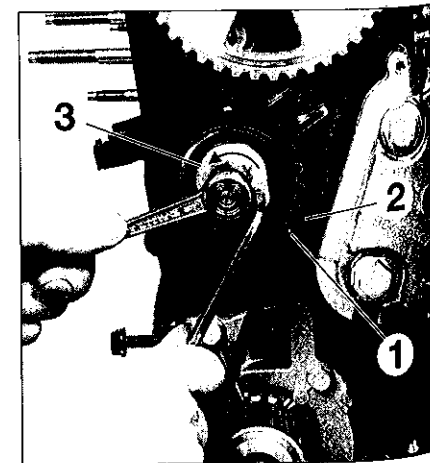

FIG.17
- Placer l'index (1) sous le repère (2) en tournant le galet tendeur (3) dans le sens inverse horaire (Fig.17) et serrer la vis du galet tendeur.